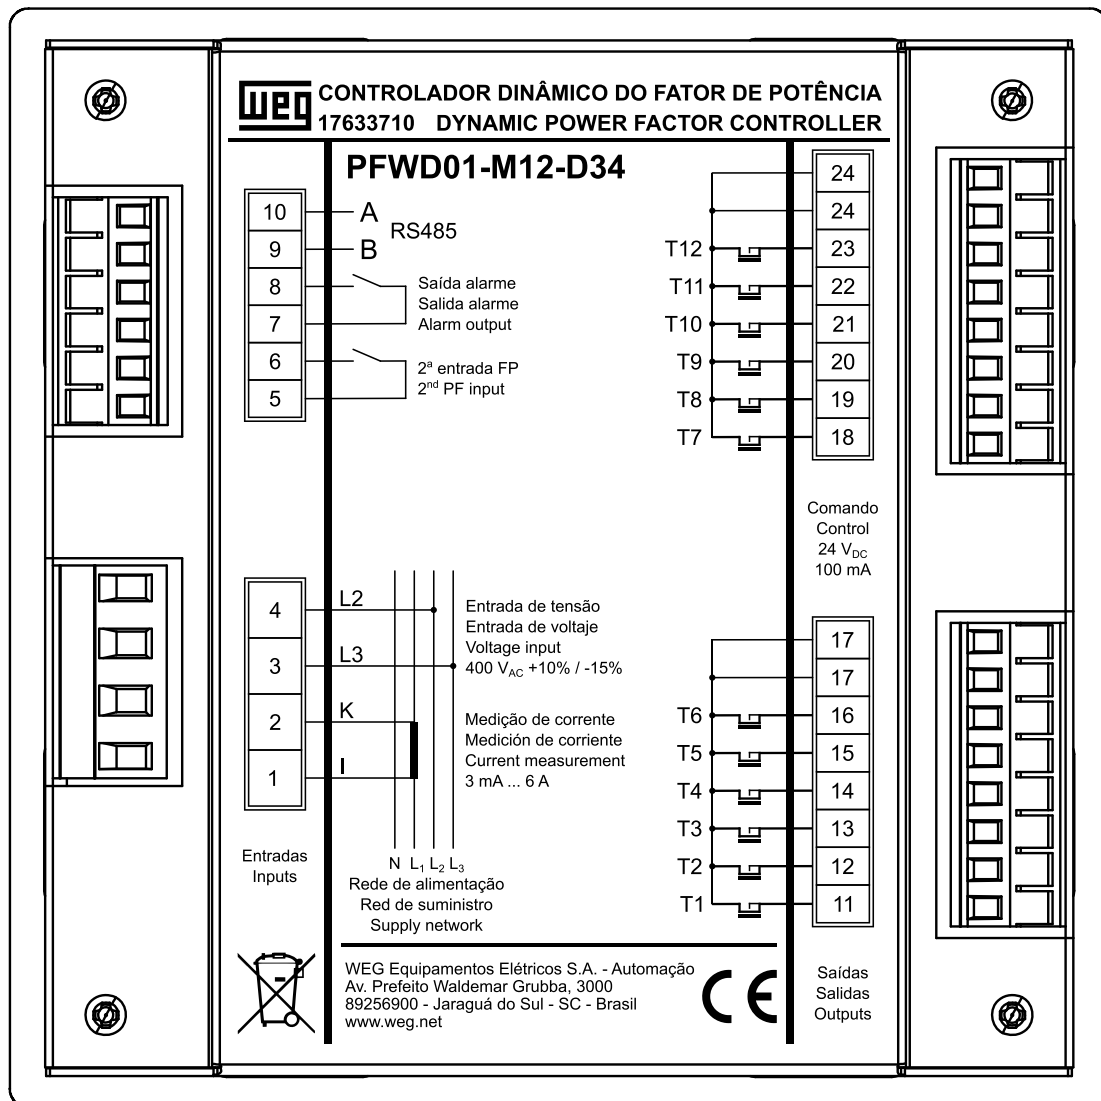

Figura 55: Visão geral das conexões do PFWD01-M12-D34
A Figura 55 apresenta a visão traseira do PFWD01 com a nomenclatura de todas as conexões disponíveis no controlador.
A medição de tensão é feita entre duas fases, e a medição da corrente é feita em uma das fases. Como padrão, recomenda-se conectar a medição de corrente na fase L₁, e a medição de tensão nas fases L₂ e L₃. O diagrama apresentado na etiqueta do produto e na Figura 55 indica a conexão a ser feita para a correta medição, considerando as configurações de fábrica. Caso essa conexão não seja possível, verificar o item 4.3.13 desse manual.
O PFWD01 possui portas do padrão RS485 para comunicação Modbus RTU. A conexão é realizada através das portas 9 e 10 representadas na Figura 55.